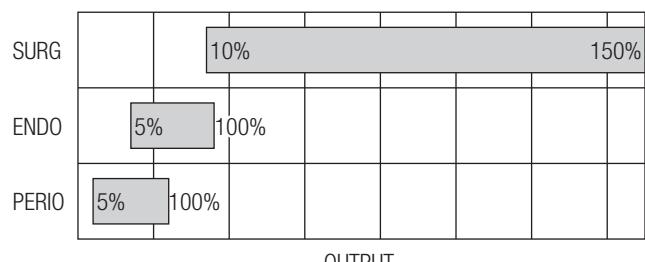

Fig. 20
*As potências nos diferentes modos são comparadas na Fig. 20.